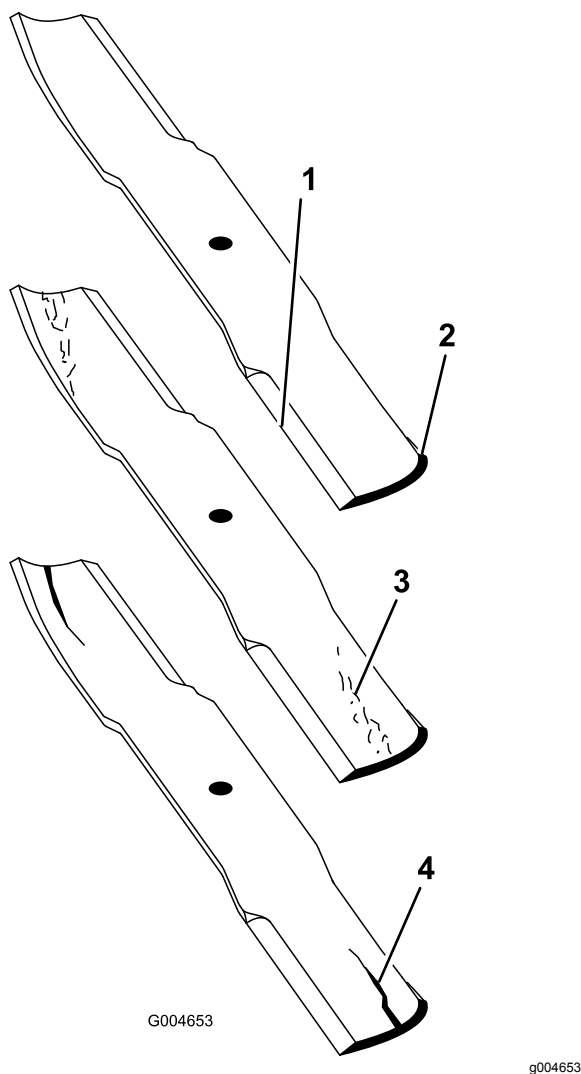

Figura 113
2. Examine cuidadosamente as extremidades da lâmina, prestando especial atenção à zona onde se encontram as partes curvas e planas da lâmina (Figura 113). Deverá verificar o estado da lâmina antes da operação de corte, já que a areia e outro material abrasivo poderá desgastar o metal que liga a parte curva e plana da lâmina. Se verificar que esta zona se encontra desgastada (Figura 113), substitua a lâmina.